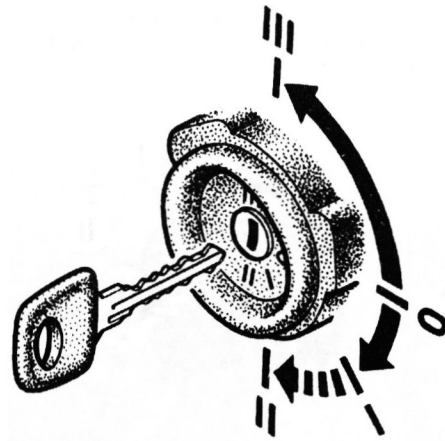

Рис. 1.8. Положения ключа в выключателе стартера, приборов и противоугонного устройства
**6 – выключатель стартера, приборов и противоугонного устройства.** Ключ может занимать следующие положения (рис. 1.8):